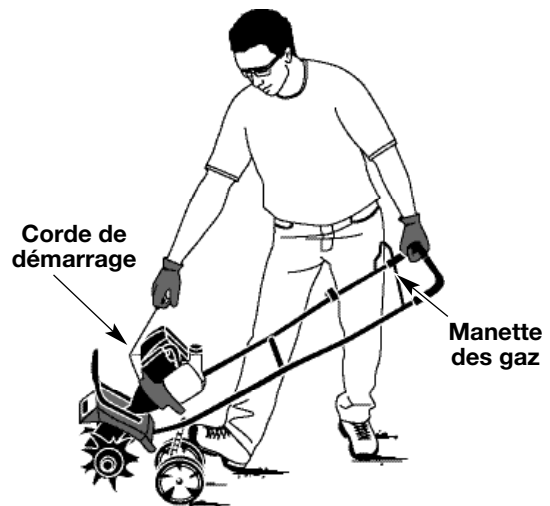

Fig. 12
AVERTISSEMENT: éviter le démarrage accidentel. Se tenir en position de démarrage pour lancer le moteur (Fig. 12). Lors du démarrage, l'opérateur et l'outil doivent être en position d'équilibre afin d'éviter le risque de blessures graves.
6. Tenez-vous entre les poignées et soutenez l'appareil en plaçant le pied gauche sur le support de roue et en tenant le guidon de la main droite (Fig. 12).